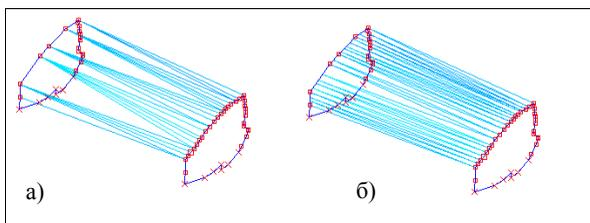

Рис. 8.22. Построение разными методами: а) Простая триангуляция; б) Триангуляция по Кунсу
- Простая триангуляция** может быть использована, только когда части контура соединены сцепками (рис. 8.22 (а)). Триангуляцию по методу Кунса в этом случае также можно использовать. В случае применения данного метода, если часть контуров (арки) содержат неравное количество точек, будут добавлены дополнительные точки (рис. 8.22 (б)).